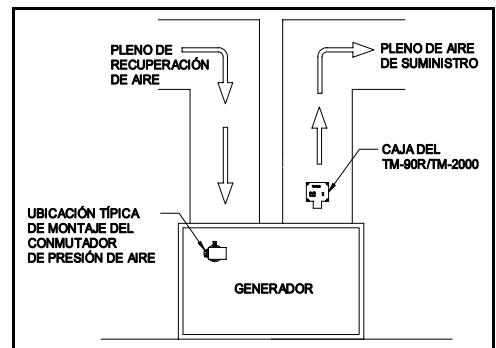

Figura 1
- Ubique una posición de montaje adecuada para el conmutador de presión de aire. Esta debe ser en el recinto del generador o sobre una estructura sólida cerca del generador. El interruptor se debe colocar de manera que el diafragma quede vertical. Marque los cuatro orificios de montaje de los tornillos usando la plancha de montaje del conmutador como plantilla. Los orificios de los tornillos se pueden taladrar con anticipación usando una broca de 1/8" o más pequeña. Tenga cuidado cuando perfora los orificios para evitar dañar las estructuras internas (Ver Figura 1).
- Coloque el interruptor de presión de aire en el lugar seleccionado usando cuatro de los seis tornillos para hoja metálica suministrados con este juego. (Ver Figura 1)